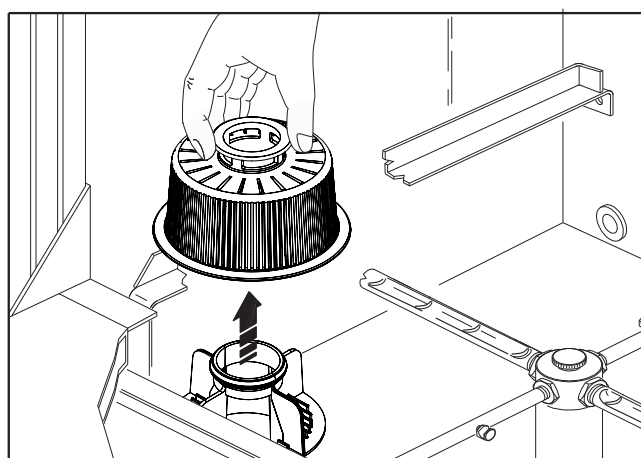

Fig. 17
5. saque y limpie el filtro de la bomba de lavado (fig.17) y los filtros del tanque, si están presentes